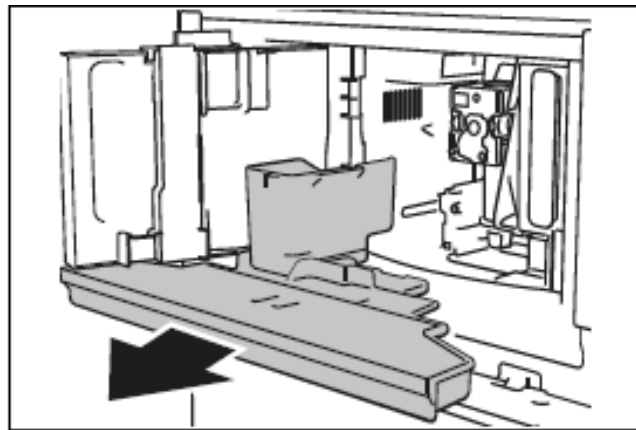
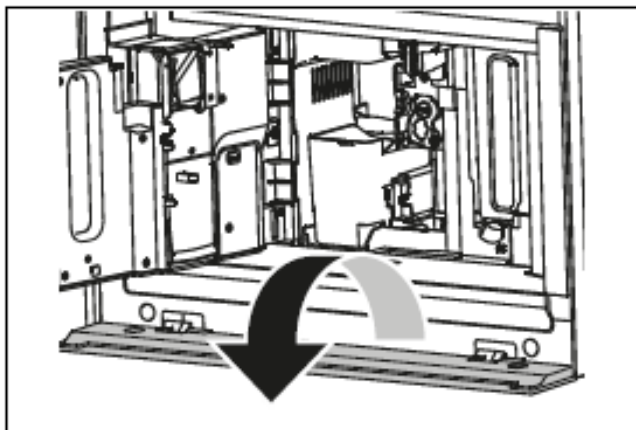

Рис. 43
Рис. 42
- 1) Откройте нижнюю дверцу, повернув ее вниз (рис. 42).
- 3) Извлеките поддон для сбора капель (А14) (рис. 43), опорожните и очистите его.
- Откройте дверцу (рис. 42) и извлеките поддон для сбора капель и контейнер для кофейной гущи (A4) (рис. 43);
- 3) Извлеките поддон для сбора капель и контейнер для кофейной гущи (рис. 43).